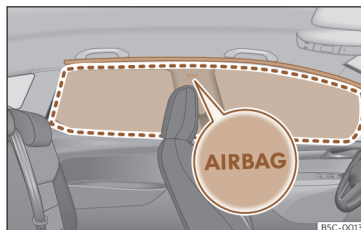

Abb. 32 Einbauort der Kopfairbags
>>> (Abb. 32) und ihre Einbauorte sind mit dem Schriftzug „AIRBAG“ gekennzeichnet.
>>> (Abb. 32). Deshalb dürfen in diesen Bereich niemals Gegenstände abgelegt oder befestigt werden >>> ⚠.
- Stellen Sie sich, dass Kinder richtig in ihren Sitzen sitzen und ihren Kopf nicht in den Entfaltungsbereich der Kopfairbags halten >>> (Abb. 32), da sie beim Auslösen der Airbags von diesen getroffen werden und schwere Verletzungen erleiden könnten.